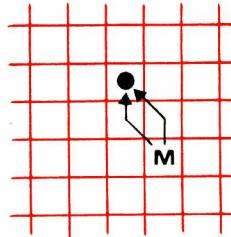

Figure 1
7. Le mao: il fait un déplacement de Cavalier normal, mais en passant nécessairement par une case vide en un pas de Fou et un pas de Tour (**figure 1**) (ou un pas